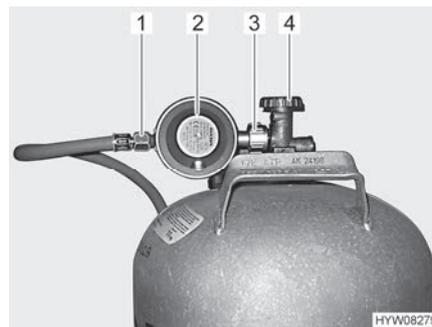

Fig. 61 Conexión de la bombona de gas
- Cerrar la llave de paso principal (Fig. 61,4) de la bombona de gas. Observar el sentido de la flecha.
- Retener el regulador de presión de gas (Fig. 61,2) y abrir la tuerca moleteada (Fig. 61,3) (por lo general, rosca a la izquierda).
- Retirar el regulador de presión de gas con la goma del gas (Fig. 61,1) de la bombona de gas.
- Colocar el regulador de presión de gas (Fig. 61,2) con goma del gas (Fig. 61,1) en la bombona de gas y apretar la tuerca moleteada (Fig. 61,3) (por lo general, rosca a la izquierda). **No** apretar demasiado firmemente.